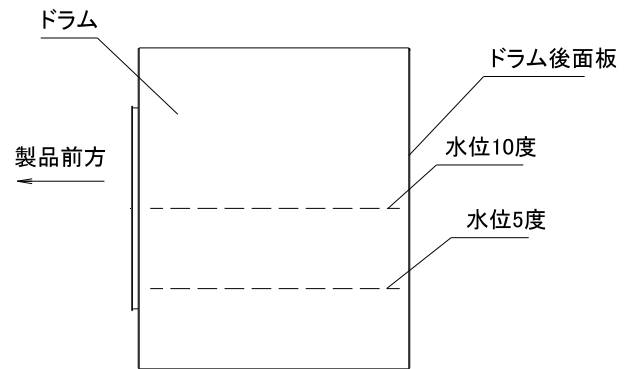

図2 水位
- 水位度数はドラム（洗濯槽）に給水したとき、ドラム後面板の中心を10度として表現しています。（図2参照）